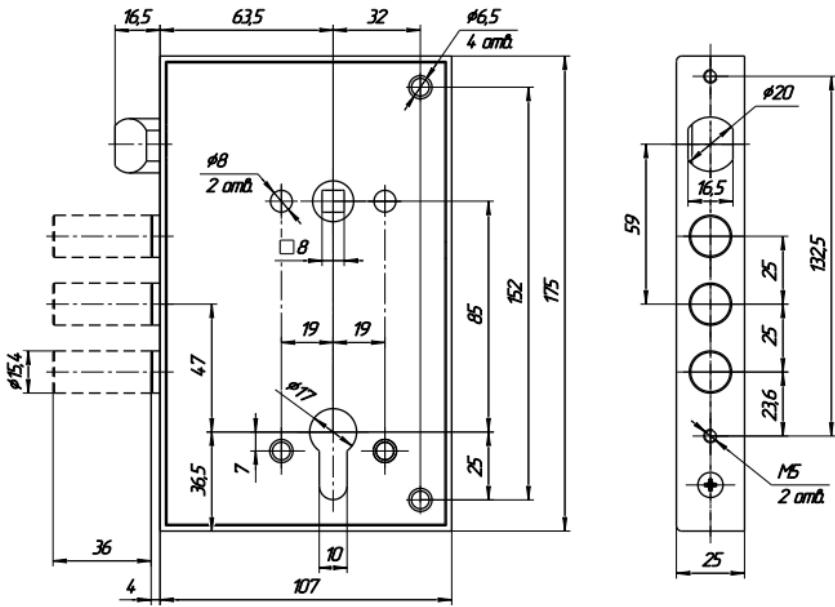

Рис.2
4.1. Произвести разметку двери согласно рис.2. Выполнить на торце полотна двери и в дверной коробке отверстия под пальцы засова и защелку, а также для крепежа замка. Выполнить на полотне двери отверстия для цилиндрового механизма, для стержня ручек фалевых и крепежа.